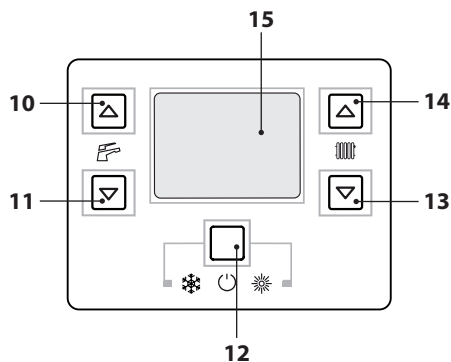
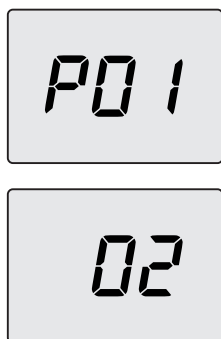
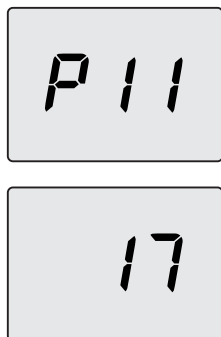

Figura 5.33
Figura 5.34
Figura 5.35
- Entre en la "modalidad de programación" pulsando simultáneamente durante 10 segundos los botones 12-13-14 (Figura 5.33) hasta que aparezcan en el display LCD las letras **P01** que se alternan con el valor del parámetro, indicando que se ha entrado en el "parámetro 01" (Figura 5.34).
- Desplace los parámetros mediante los botones 13 o 14 hasta que aparezcan en el display LCD las letras **P11** que se alternan con el valor del parámetro, indicando que se ha entrado en el "parámetro 11" (Figura 5.35).
- Pulsando el botón 12 (Figura 5.33) se confirma el valor introducido.
- Pulsando simultáneamente los botones 12 y 13 (Figura 5.33) se sale sin modificar el valor (se vuelve a la lista de parámetros (Figura 5.35))
- Pulsando simultáneamente durante 10 segundos los botones 12-13-14 (Figura 5.33) se sale de la "modalidad de programación".